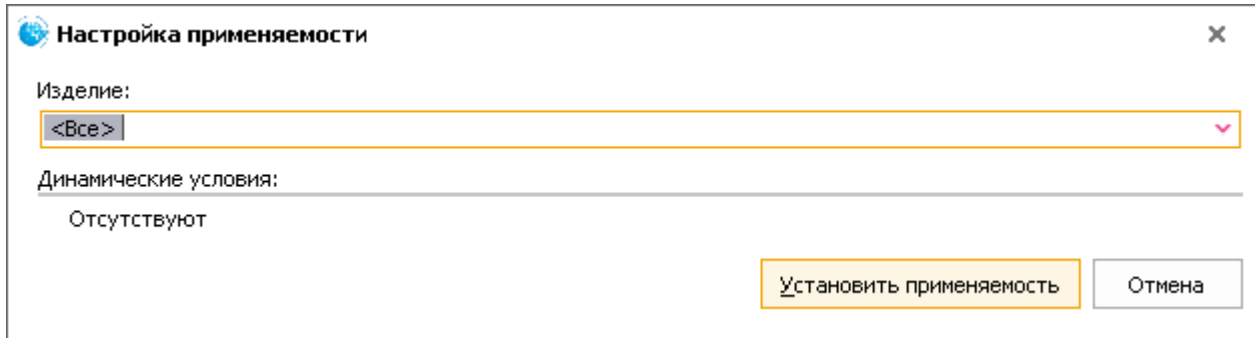

Рис. 219
1. Нажмите на кнопку **Изменить применяемость** **Применяемость: Все**. При этом появится окно настройки применяемости (Рис. 219).